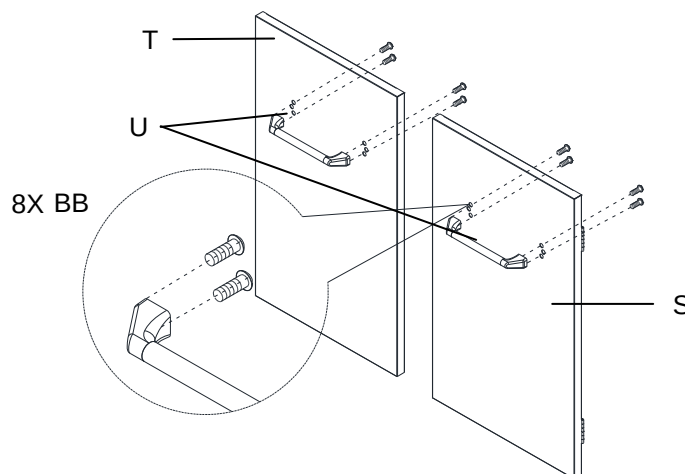

Fig.9
- b). Sujetez ambas bisagras de la puerta a la placa metálica usando 12 tornillos de cabeza plana de 5/32 pulgadas x 10 mm (CC) aux panneaux latéraux droit et gauche (I/H), como muestra la Fig. 9.